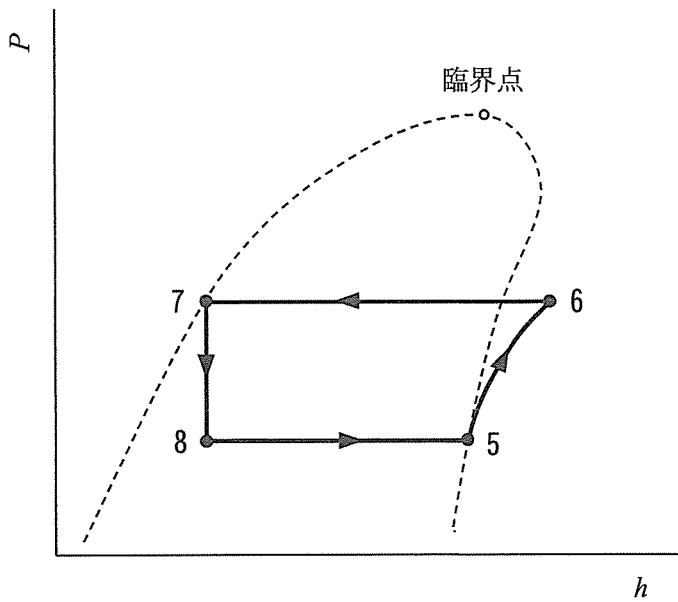

図2 $P-h$ 線図
(2) 図2に、ある理論サイクルの $P-h$ 線図を示す。
1) 図2のサイクルは 10 サイクルと呼ばれる。
2) 図2で、状態点 5 の作動流体は 11 により状態点 6 に移動し、12 により外部に熱を放出して状態点 7 に至る。さらに、状態点 7 から 13 により状態点 8 に至る。そして 14 に送られ、外部から熱を吸収して状態点 5 にもどる。
3) 図2において、状態点6～7の変化及び状態点8～5の変化は等圧変化、状態点7～8の変化は等エンタルピー変化である。また、状態点5～6の変化は 変化である。状態点5の作動流体は の状態にあり、状態点6では の状態となる。そして状態点6～7の間に熱を外部に放出し、状態点7において の状態となる。状態点8では となり、状態点5に戻る。